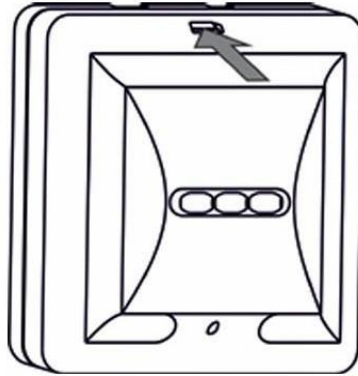

Рис. 5 Снятие крышки извещателя
- снять крышку извещателя, отжав отверткой фиксатор крышки (Рис. 5);